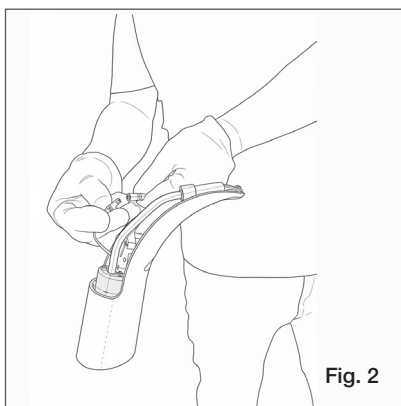

Fig. 2
3. Voltar a ligar o cabo de alimentação, garantindo que não permanece em frente ao sensor (fig. 2).
3. Reconnect the power supply cable, ensuring you do not stand in front of the sensor (fig. 2).